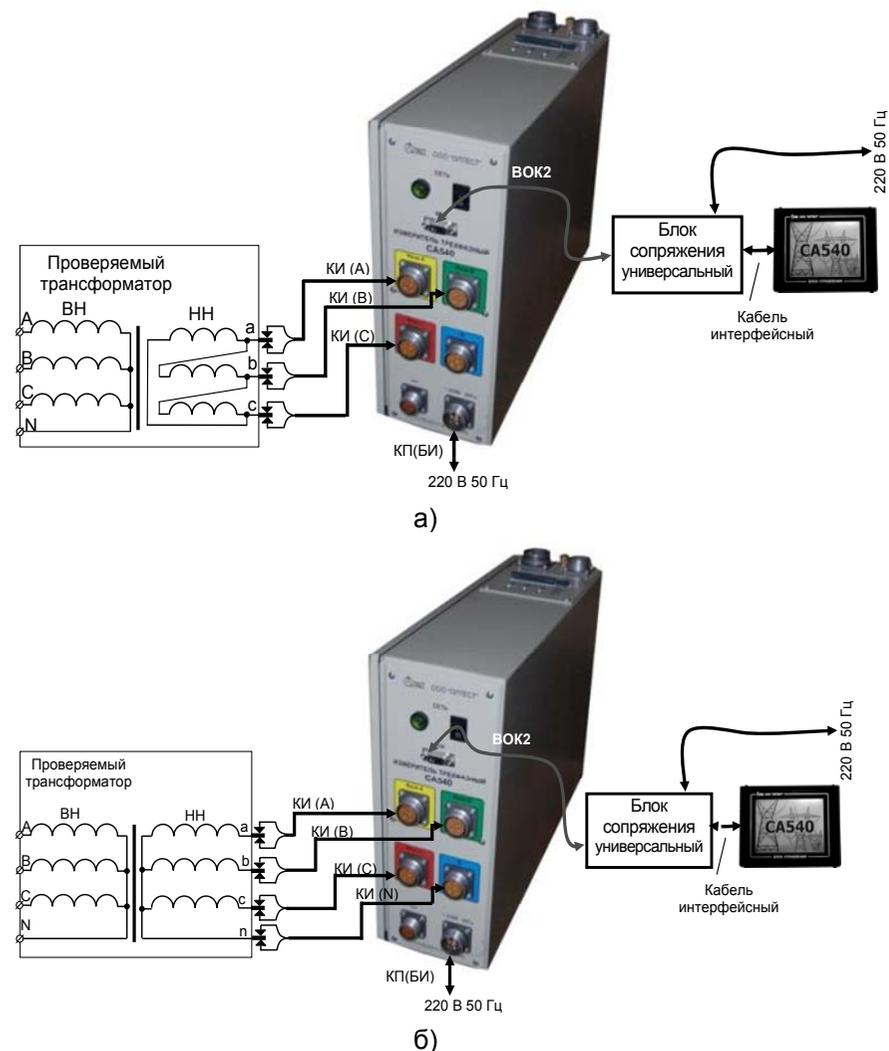

Рисунок 6.13
1) Собрать измерительную цепь при управлении Измерителем от БУ (рисунок 6.13, б). На рисунке 6.13,а показана схема³ при использовании встроенного источника питания измерительной цепи (далее – источника питания) для трансформатора с обмот-